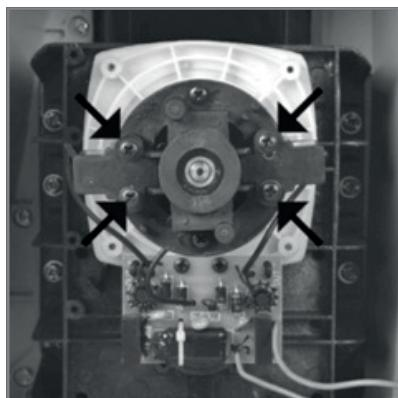

Рис.9.
- Снимите крышку щетки, выкрутив два винта крепления (рис. 9).